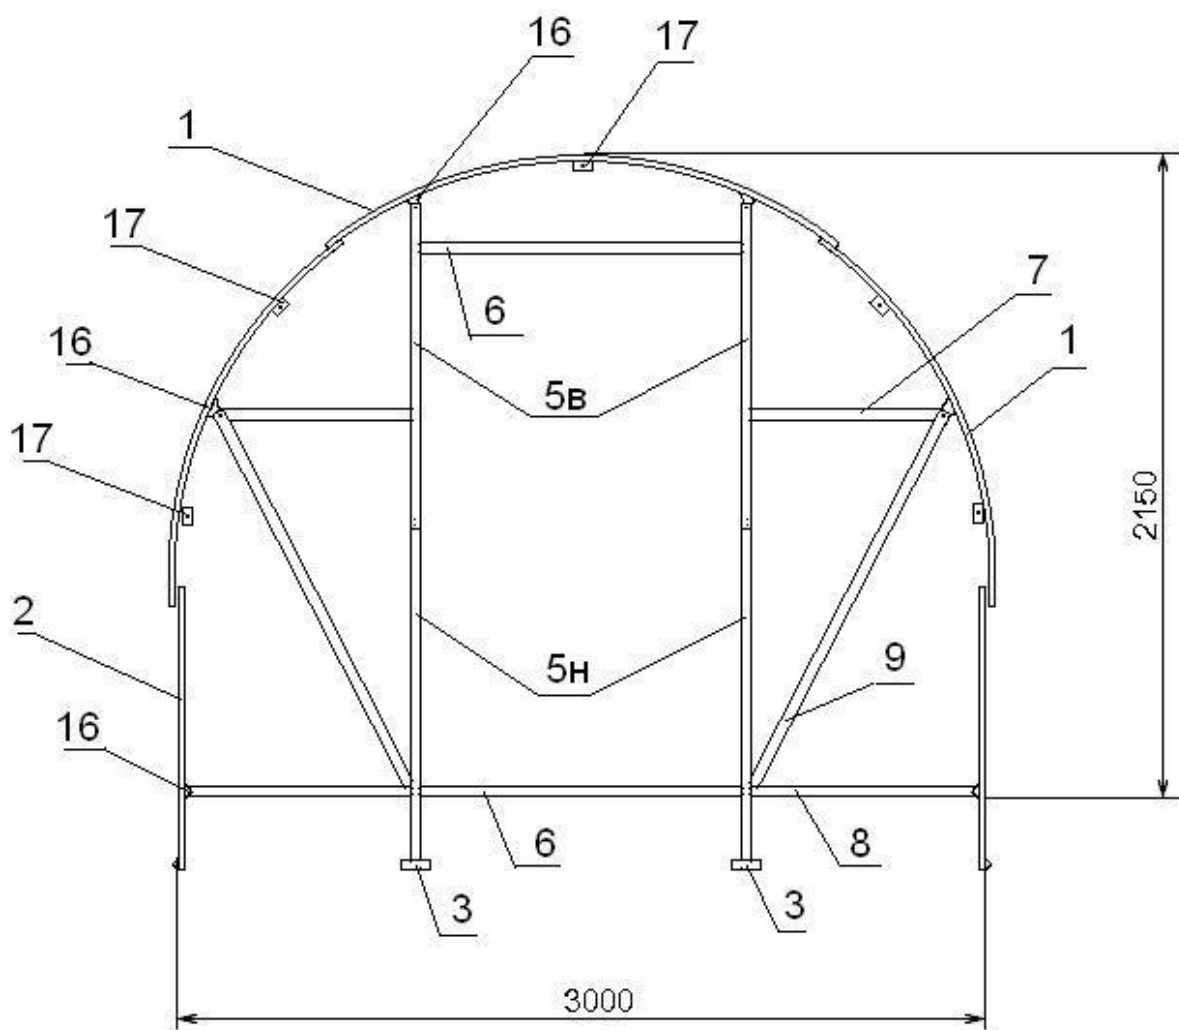

Рис.4 Торец
- 3.3.1. Возьмите детали стойки дверного проёма №5в и №5н (см. Рис.4) и соедините их между собой винтами м4х10 (см. Рис.7- А1, А).